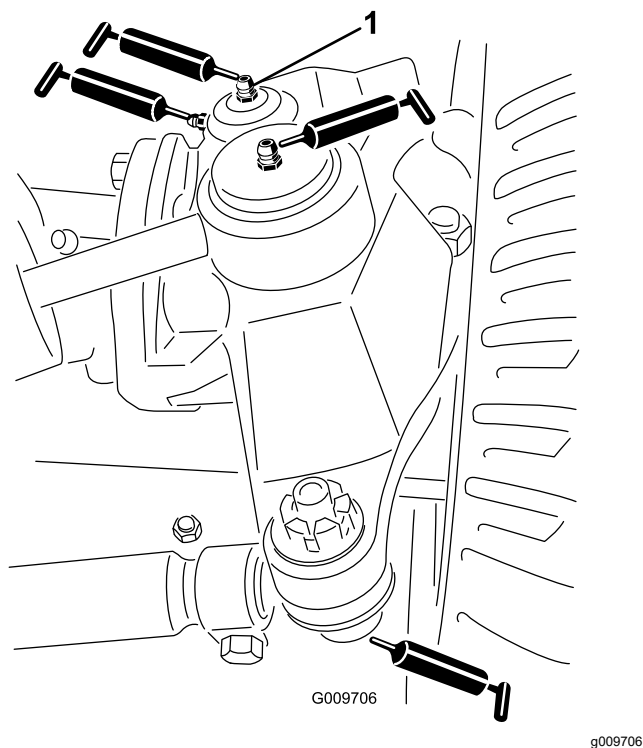

Рисунок 114
- Шаровые опоры гидроцилиндра рулевого управления (2 шт.), см. Рисунок 114
- Шаровые опоры поперечных тяг (2 шт.), см. Рисунок 114
- Втулки поворотных шкворней (2 шт.), см. Рисунок 114.